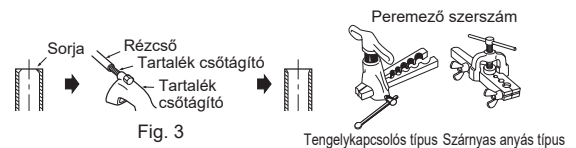

Fig. 3
- Ha az elvezető tömlőt a kemény PVC csőhöz csatlakoztatja, dugja be biztonságosan a csőbe. (Fig. 3)
- 2) Sorjázza le teljesen a vágási felületet. (Fig. 3)